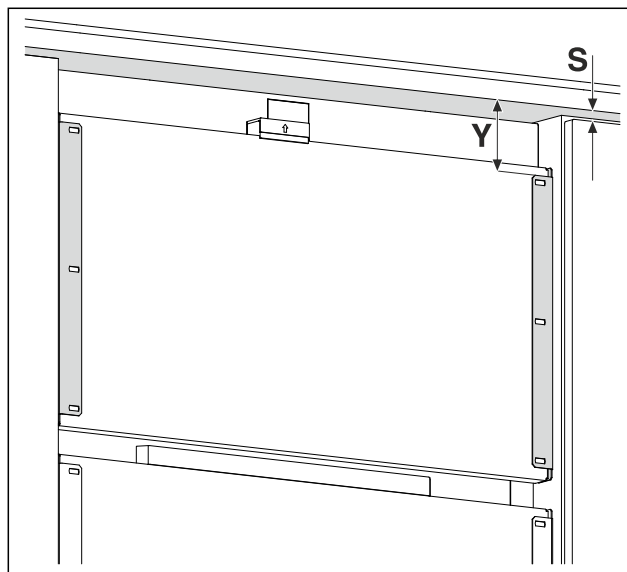

Fig. 16 Примерное изображение
- ▶ Измерьте расстояние Fig. 16 (Y) от нижнего края мебельного фасада до крепежного уголка.
- ▶ Измерьте величину зазора Fig. 16 (S) от нижнего края мебельного фасада до верхнего края мебельной двери.